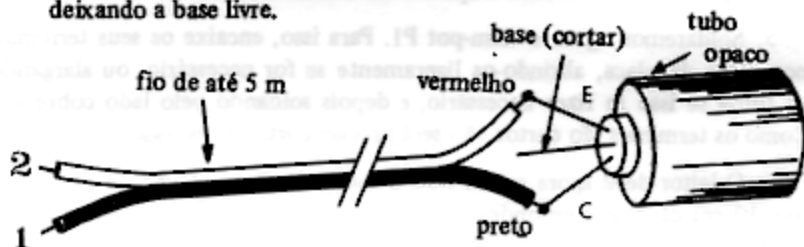

Figura 96
- Use fio duplo de condutores com cores diferentes, conforme sugere a figura 96, ou se puder, use fio blindado e encapado.